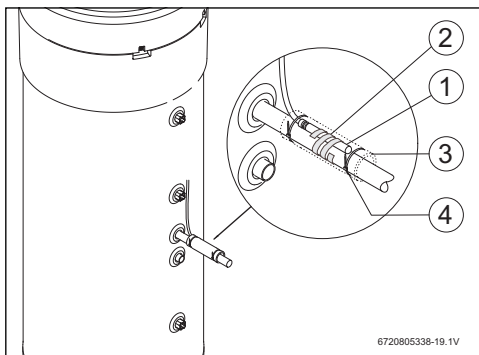

Fig. 12
- Posizionare la sonda di temperatura NTC dell'accessorio [1] come illustrato in fig. 12.